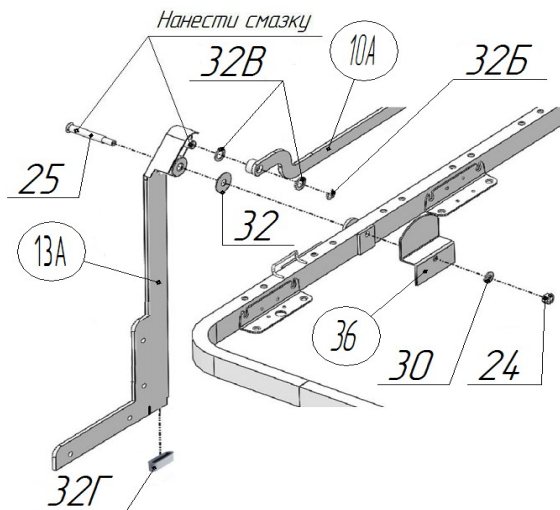

Рис.6.1
12) Присоединить к опорам поз.13, 13А пятки поз.32Г в соответствии с рисунками 6.1 и 6.2. На оси опоры левой поз.13 и правой поз.13А нанести смазку поз.34, надеть шайбы поз.32В, присоединить тягу левую поз.10А и тягу правую поз.10, надеть ещё шайбы поз.32В (рис.6.1,6.2). Установить в канавки осей стопорные кольца поз.32Б до защёлкивания и лёгкого проворачивания. Нанести смазку поз.34 на оси опоры поз.25. Вставить оси опоры поз.25 во втулки опоры левой и правой, надеть на оси шайбы поз.32, вставить оси с надетыми опорами в отверстие в раме кровати (рис.6.1,6.2). Надеть в соответствии с рисунками 6.1,6.2 на оси поз.25 щитки поз.36. Установить шайбы поз.30, навинтить и затянуть до упора гайки М8 со стопорным кольцом поз.24 (рис.6.1,6.2).